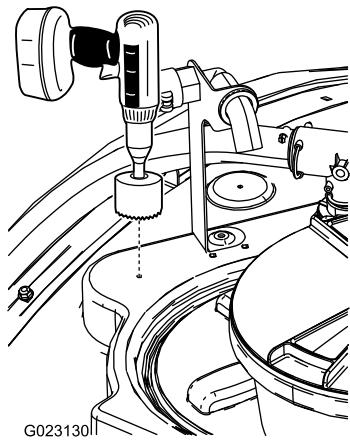

Figure 15
1. Localisez l'emplacement avant sur le haut de la cuve, comme montré à la Figure 15.
- Utilisez une scie cylindrique de 9 cm pour percer un trou à l'emplacement indiqué par le repère (Figure 15).